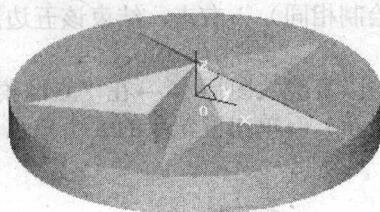
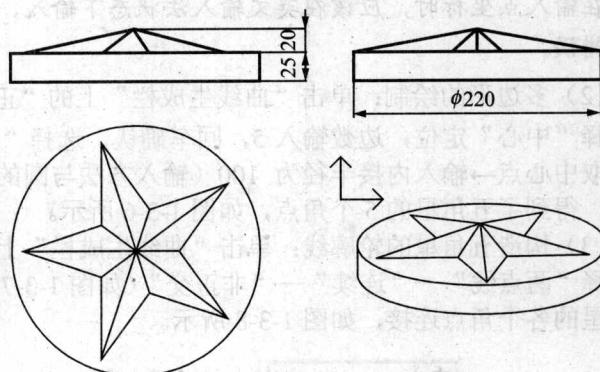

图 1-3-1 五角星造型
图 1-3-2 五角星二维图
如图 1-3-1 所示为五角星造型，如图 1-3-2 所示为五角星二维图。
(4) 构造五角星的空间线架：在构造空间线架时，需要五角星的一个顶点，根据图 1-3-2 所示的主视图中的尺寸，应在五角星的高度方向上找到一点 (0, 0, 20)，以便通过两点连线实现五角星的空间线架构造。